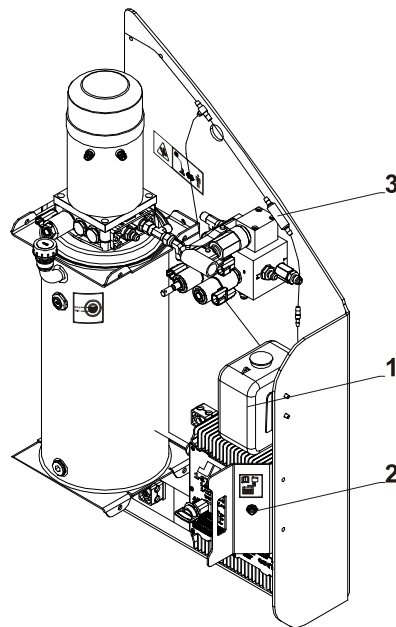

Figura 5-6. Añadir agua a las baterías
- Desconectar y limpiar el **filtro (3)** (ver Figura 5-6.) invirtiendo la dirección normal del flujo del agua.